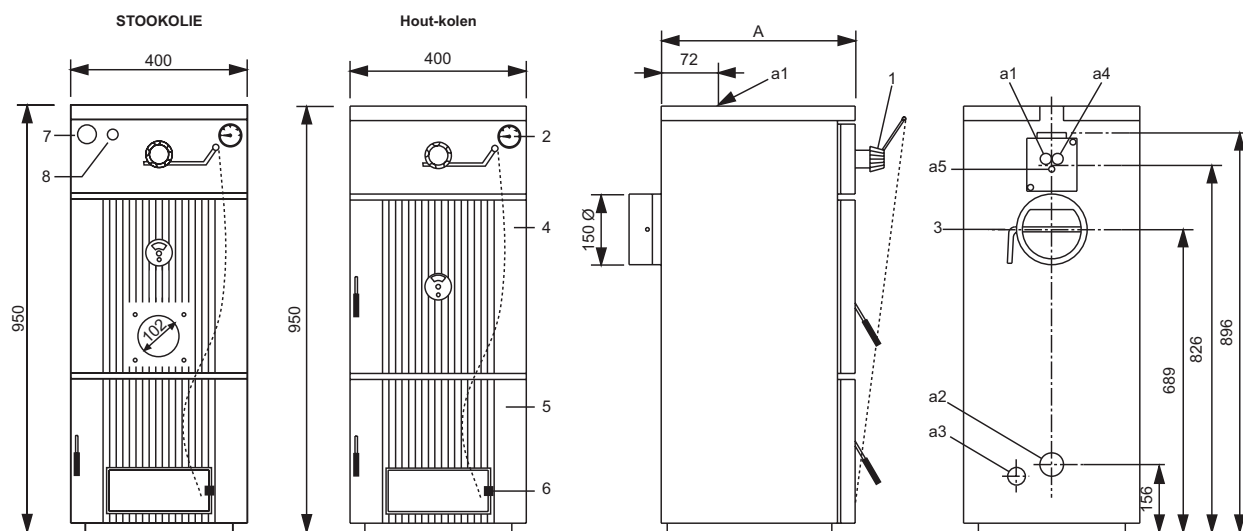

fig. 2
1. Verbind de veiligheidsklep "P" met de toevoer van de veiligheidsas "N". Breng de sonde "Q" van de veiligheidsklep in a5 de verbinding van de koper (fig. 2). Verbind de toevoer van de veiligheidsas met de watertoevoer. Verbind de veiligheidsklep met de waterafvoer.